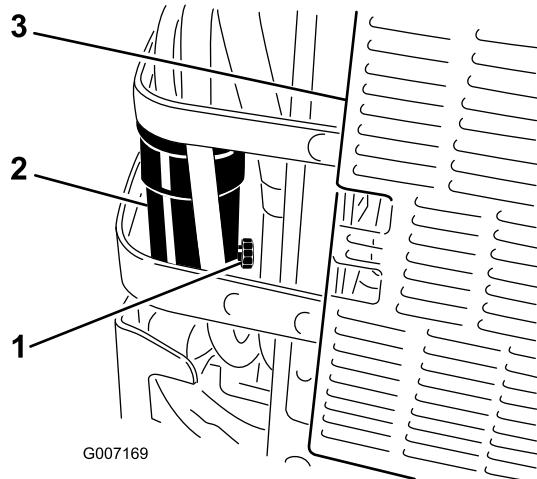

Figura 51
- Abra a válvula de drenagem no separador de água aproximadamente uma volta para permitir que a água e outros contaminantes drenem (Figura 51).
- Feche a válvula de drenagem quando sair apenas gasóleo (Figura 51).